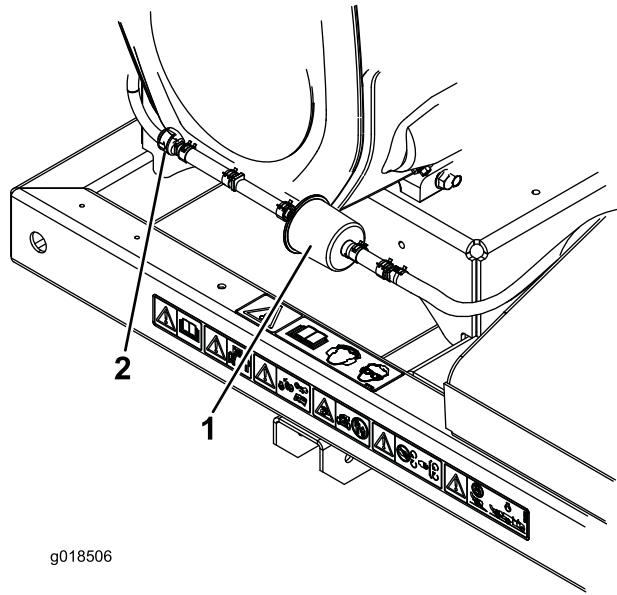

Figura 22
2. Afaste os grampos do tubo do tipo mola em ambos os lados do filtro da linha de purga do recipiente de carbono para longe do filtro (Figura 22).
3. Retire e deite fora o filtro de carbono (Figura 22).
4. Instale um novo filtro no tubo com a seta no filtro a apontar na direção da válvula de verificação e prenda-o com os grampos de tubo (Figura 22).